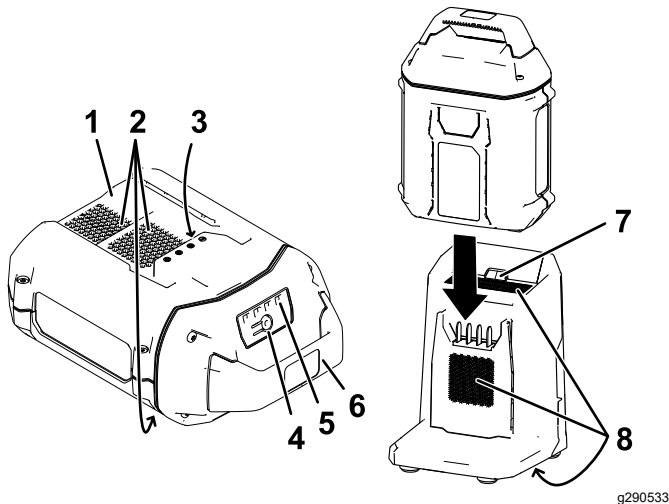

Figure 21
2. Placez le creux de la batterie (Figure 21) en face de la languette du chargeur.
3. Glissez la batterie dans le chargeur jusqu'à ce qu'elle soit complètement enclenchée (Figure 21).